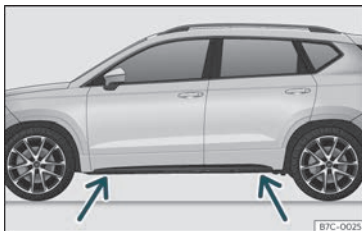

Fig. 35 Puntos de apoio do gato.
• Busque no traveseiro a marca do punto de apoio do gato (área afundida) máis próximo á roda que se vai cambiar»» fig. 35.